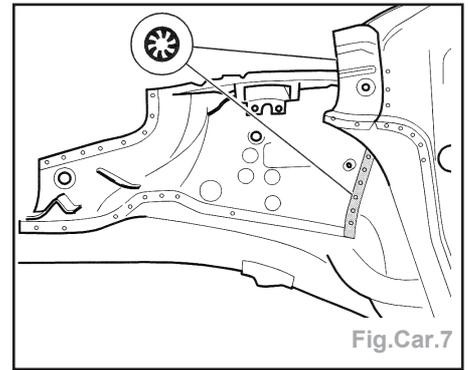

Fig.Car.7
- Souder le passage de roue par soudure à bouchon sous gaz protecteur (Fig.Car.7).